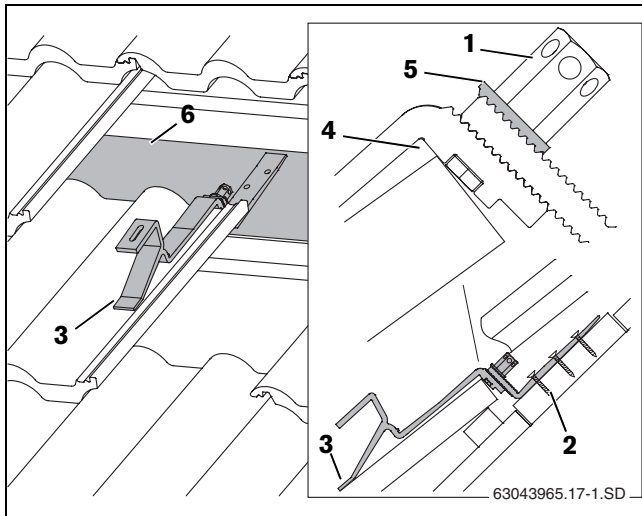

Fig. 14 Gancio da tetto montato (per una migliore visualizzazione, alcune tegole non sono illustrate)
- Disporre il supporto anteriore sulla tegola in maniera tale che, se gravato, esso poggi in una valle di ondulazione (fig. 14, [3]).
In tal caso, il gancio da tetto deve avere un po' di gioco in prossimità del bordo superiore della tegola (fig. 14, [2]). Se necessario, regolare la posizione della tegola nella parte superiore.
- Spingere verso il basso la parte inferiore del gancio da tetto finché essa non poggi sul travetto ovvero sulle assi/tavole (fig. 14, [6]).
La rondella dentata (fig. 14, [5]) deve incastrarsi nella dentatura della parte inferiore del gancio da tetto.
- Serrare la vite a testa esagonale lunga (fig. 14, [1]). A tal fine, infilare la chiave SW 5 nel foro della vite a testa esagonale e ruotare.
- Fissare la parte inferiore del gancio da tetto al travetto almeno nel primo (fig. 14, [2]) e nel secondo foro, servendosi di viti adeguate.